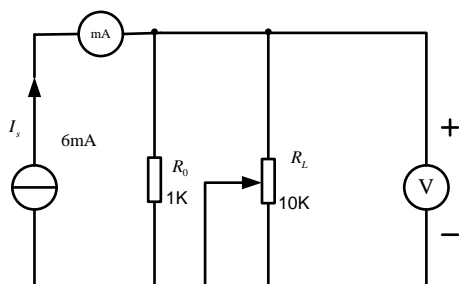

图 3.5 理想电流源外特性电路图
4. 请分别写出图 3.5，图 3.6 的电压表中的电压的表达式（注意：电源电压使用 U_s 表示，电阻要用 R_1 、 R_2 表示，电源电压电压表电流表内阻分别用 R_v 与 R_A 表示）